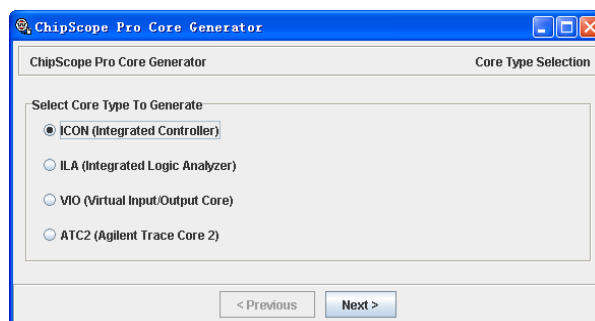
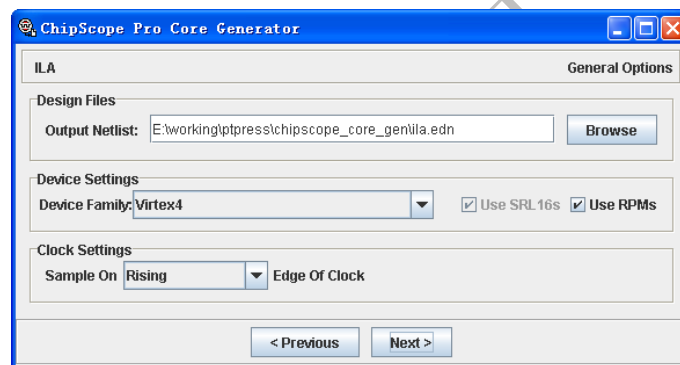

图 2.108 启动 Core Generator 新建 ICON Core
图 2.110 指定 ILA 输出文件位置
(1) 单击【开始】菜单，选择【程序】/【ChipScope Pro 9.1i】/【Xilinx ChipScope Pro Core Generator】，启动 Generator 工具，如图 2.108 所示，选择 ICON，单击【Next】按钮。
(1) 单击【开始】菜单，选择【程序】/【ChipScope Pro 9.1i】/【Xilinx ChipScope Pro Core Generator】，启动 Generator 工具，如图 2.108 所示，选择 ILA，单击【Next】按钮，出现如图 2.110 所示的窗口。
(2) 指定 ILA 的输出文件位置，选定器件，其他的保持不变，单击【Next】按钮。